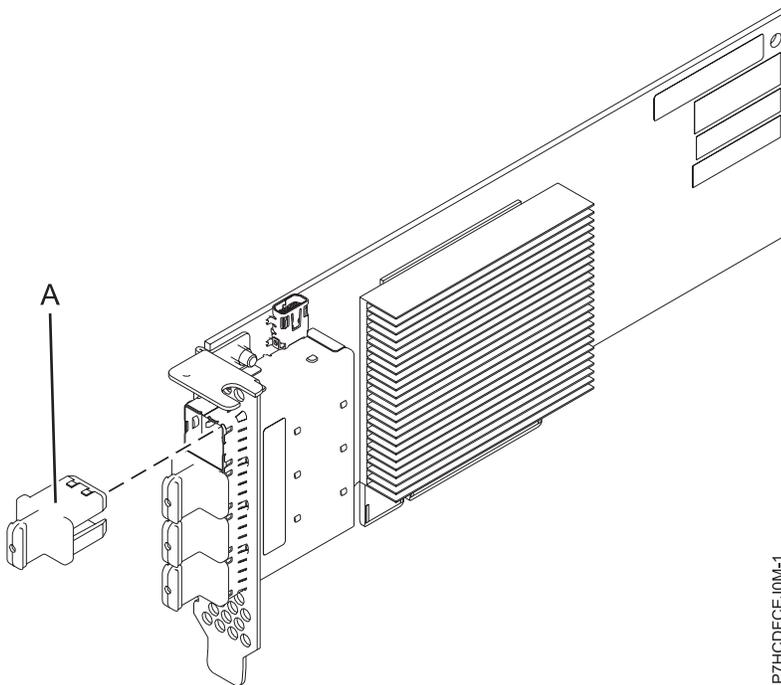

Figure 29. Carte PCIe3 LP à 4 ports SAS x8
SAS à l'aide de quatre connecteurs mini-SAS haute densité (HD) x4 qui permettent d'utiliser les liaisons physiques dans différentes configurations étroites et larges de ports. Le raccordement de bande magnétique n'est pris en charge qu'avec une configuration de carte unique et ne peut pas être combiné avec un disque SAS sur la même carte. L'adaptateur ne dispose pas d'un cache en écriture. La figure 29 illustre la carte PCIe3 LP à 4 ports SAS x8.
La figure 29 représente la carte. Le capuchon du connecteur (A) est installé dans un port vide et empêche que ce port ne soit endommagé lorsqu'un câble d'un connecteur de port adjacent est branché ou retiré.